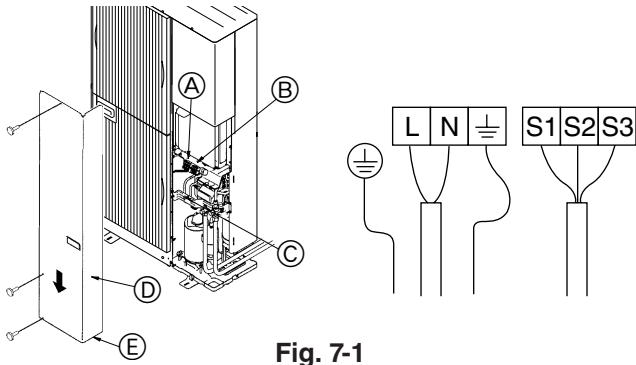

Fig. 7-1
7.1. Наружный прибор (Fig. 7-1)
- ① Снимите защитную панель.
- ② Проведите кабели согласно Fig. 7-1.